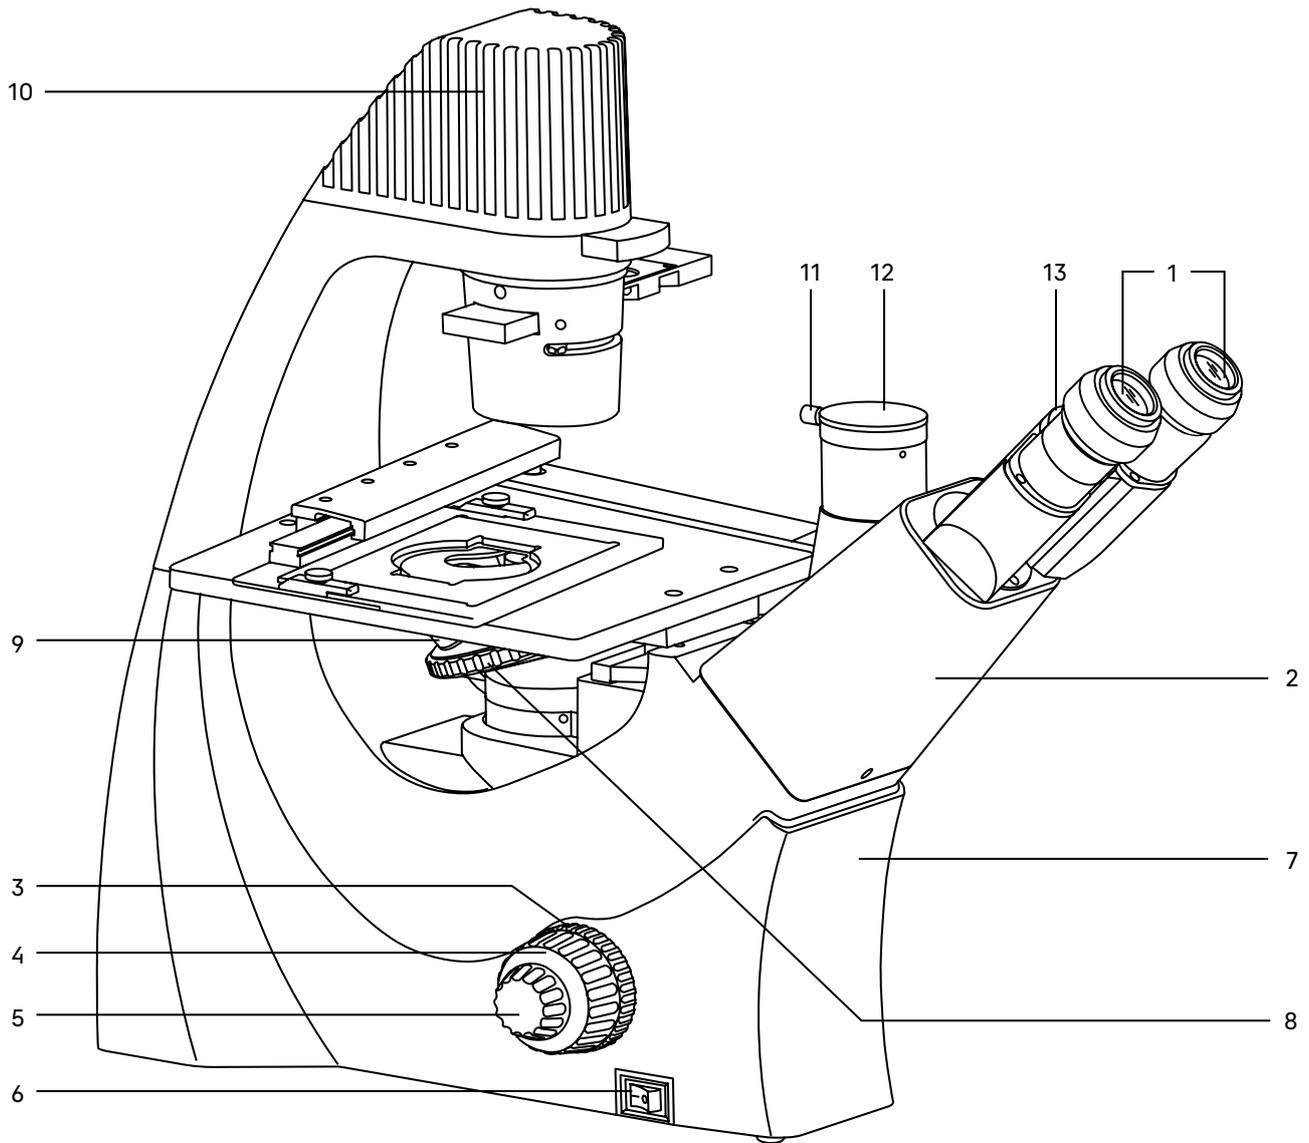
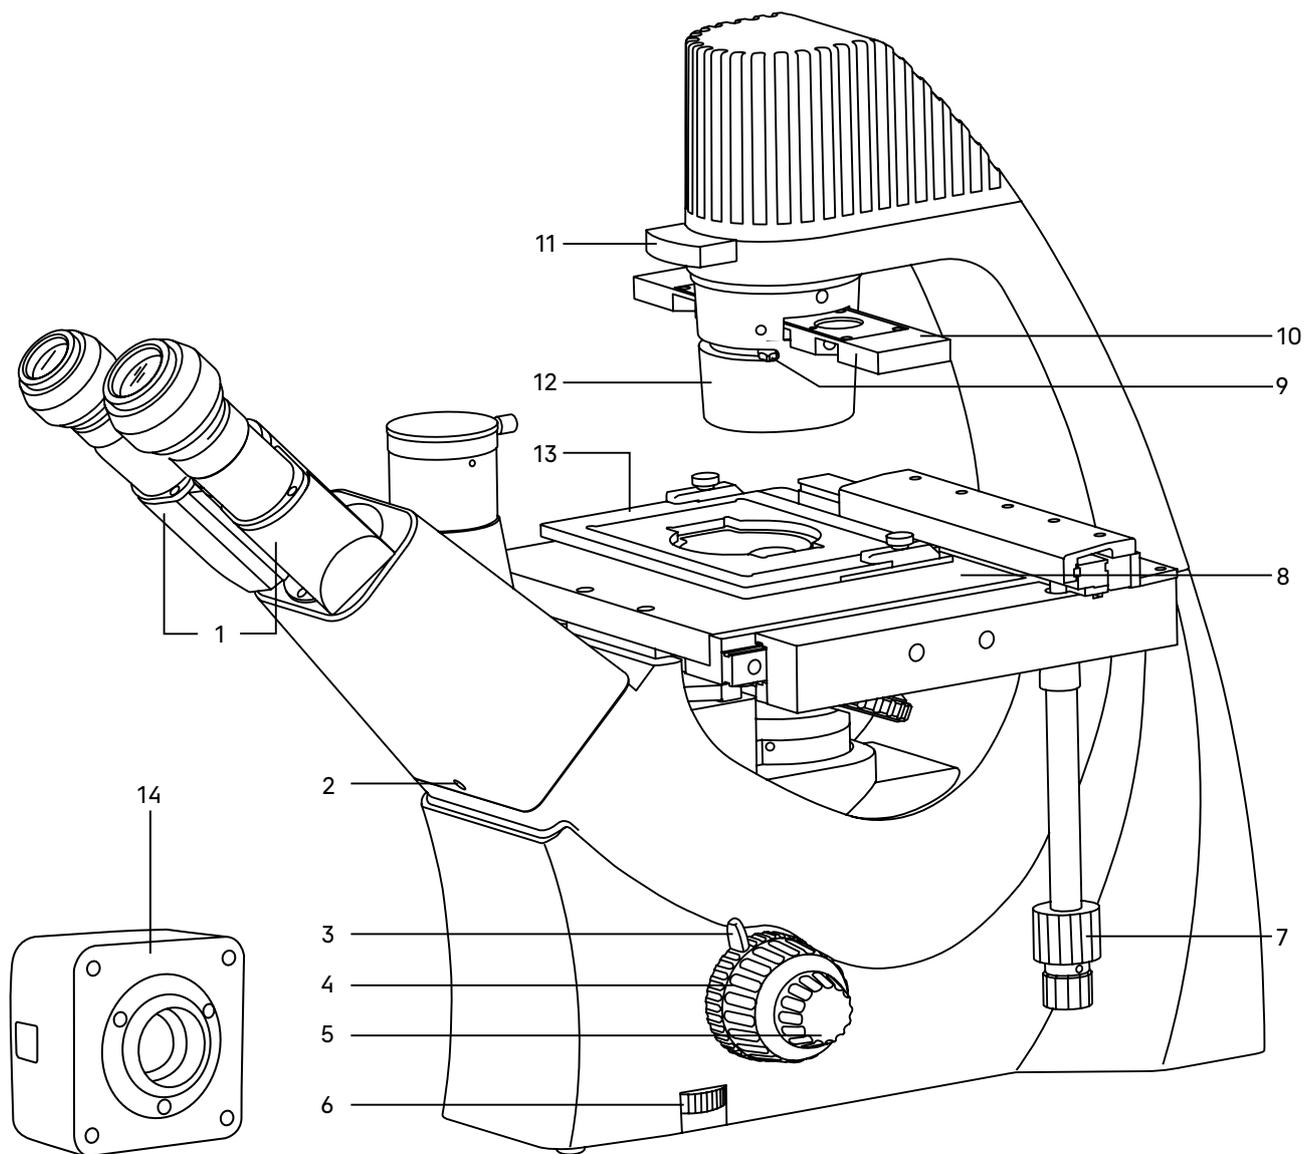

Рис. 1. Микроскоп MAGUS Bio VD300. Вид слева
Рис. 2. Микроскоп MAGUS Bio VD300. Вид справа
Общий вид микроскопа представлен на рис. 1 и 2.
Штатив имеет устойчивую эргономичную конструкцию. На штативе 7 (рис. 1) микроскопа закреплены:
- револьвер 8 (рис. 1) с объективами;
- предметный столик 8 (рис. 2);
- конденсор 12 (рис. 2);
- осветитель 10 (рис. 1);
- визуальная насадка 2 (рис. 1).
На левой боковой поверхности штатива расположен выключатель 6 (рис. 1) сетевого напряжения. В положении «←» включается, а в положении «0» выключается сетевое напряжение.
На правой боковой поверхности штатива расположен диск 6 (рис. 2) для регулировки напряжения питания источника света.
Фокусировка на объект осуществляется перемещением по высоте револьверного устройства с объективами. Грубая фокусировка производится вращением коаксиальных рукояток 4 (рис. 1, 2), расположенных по обеим сторонам штатива.
Тонкая фокусировка производится вращением рукояток 5 (рис. 1, 2), расположенных по обеим сторонам штатива. Тонкая фокусировка требуется для более точного фокусирования на объект и для подфокусировки микроскопа на резкость изображения при смене объективов и препаратов.
Механизм регулировки жесткости хода грубой фокусировки 3 (рис. 1) – кольцо между штативом и рукояткой грубой фокусировки с левой стороны. С помощью кольца регулируется жесткость хода грубой фокусировки так, чтобы жесткость была комфортной для пользователя, но при этом револьвер с объективами не опускался самопроизвольно во время работы.
Рукоятка блокировки грубой фокусировки 3 (рис. 2) расположена с правой стороны. После завершения грубой фокусировки рекомендуется перевести рычаг в крайнее положение в направлении по часовой стрелке. Таким образом закрепится положение грубой фокусировки для быстрой рефокусировки после смены препарата. Цена деления тонкой фокусировки – 2 мкм.
Тринокулярная визуальная насадка 2 (рис. 1) обеспечивает визуальное наблюдение изображения объекта. Насадка устанавливается в отверстие штатива 7 (рис. 1) и закрепляется винтом 2 (рис. 2).
Изменение межзрачкового расстояния в насадке осуществляется разворотом окулярных тубусов 1 (рис. 2) в пределах 48–75 мм. Значение расстояния, установленного в соответствии с глазной базой наблюдателя, отсчитывается по шкале 13 (рис. 1) на насадке.
В вертикальный тубус 12 (рис. 1) корпуса визуальной насадки (канал визуализации) с помощью переходника C-mount устанавливается камера (видеоокуляр) или система визуализации с монитором. Распределение светового потока: 50% на вертикальный тубус, 50% на окуляры.
В комплект микроскопа входят окуляры 1 (рис. 1). Окуляры имеют высокое положение выходного зрачка и предназначены для работы как в очках, так и без них.
Револьверное устройство 8 (рис. 1) обеспечивает установку четырех объективов. Смена объективов производится вращением револьверного устройства за конусную рифленую поверхность до фиксированного положения.
Объективы 9 (рис. 1) рассчитаны на механическую длину тубуса «бесконечность». Парфокальная высота объективов составляет 45 мм, линейное поле зрения в плоскости изображения – 22 мм. Объективы длиннофокусные, рассчитаны на посуду с толщиной дна 1,2 мм.
Осветитель 10 (рис. 1) неподвижно закреплен на штативе микроскопа. Источник света – яркий светодиод 9 Вт.
Важная часть осветительной системы – конденсорное устройство. Конденсор 12 (рис. 2) закреплен на штативе. Конденсор рассчитан на работу с посудой высотой до 70 мм.
В конденсоре есть слот для установки слайдера фазового контраста. Фазовый слайдер 10 (рис. 2) имеет свободное отверстие и фазовую вставку для объектива 10x.
Ирисовая апертурная диафрагма располагается под слотом для фазового слайдера. Раскрытие апертурной диафрагмы осуществляется рукояткой 9 (рис. 2). Диафрагма позволяет настроить определенную апертуру для работы с объективами светлого поля. Для достижения большей контрастности можно воспользоваться светофильтрами, входящими в комплект микроскопа. Светофильтры 11 (рис. 2) устанавливаются в верхний слот конденсора.
Предметный столик 8 (рис. 2) закреплен неподвижно на штативе. К столику прикреплено устройство, которое обеспечивает перемещение объекта в двух взаимоперпендикулярных направлениях. Перемещение осуществляется с помощью рукояток 7 (рис. 2), расположенных на одной оси. Ручка перемещения низкая, поэтому пользователь не напрягает кисть правой руки.